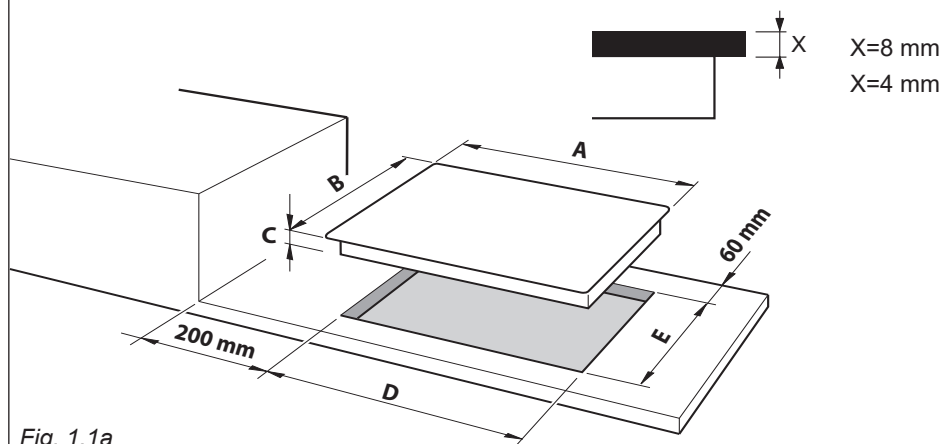

Fig. 1.1a
Pour encastrer la table de cuisson dans le meuble, il faut pratiquer une découpe aux dimensions indiquées sur la fig. 1.1a ou 1.1b, sans oublier que:
- Toute paroi, se trouvant à côté de la table de cuisson, doit être à une distance minimale de 200 mm (entre le côté de la découpe et la paroi - figs. 1.1a, 1.1b 1.1c).
- La paroi à l'arrière de la table de cuisson doit se trouver à une distance minimale de 60 mm (de côté arrière de la découpe - fig. 1.1a, 1.1b).
- Découper le meuble en respectant les mesures indiquées dans la fig. 1.1a ou 1.1b.